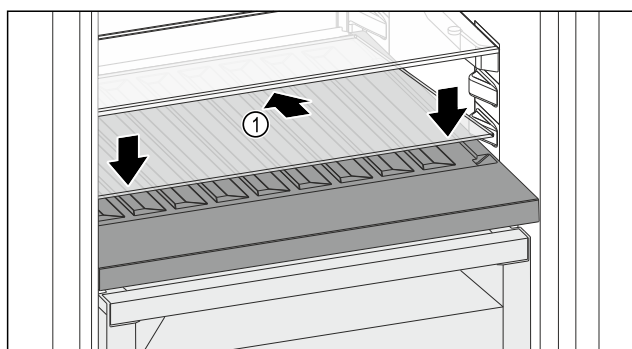

Fig. 112
- Skleněnou desku Fig. 112 (1) zasuňte šikmo a skloněnou dozadu dolů.
- Skleněnou desku Fig. 112 (1) vpředu spusťte dolů.